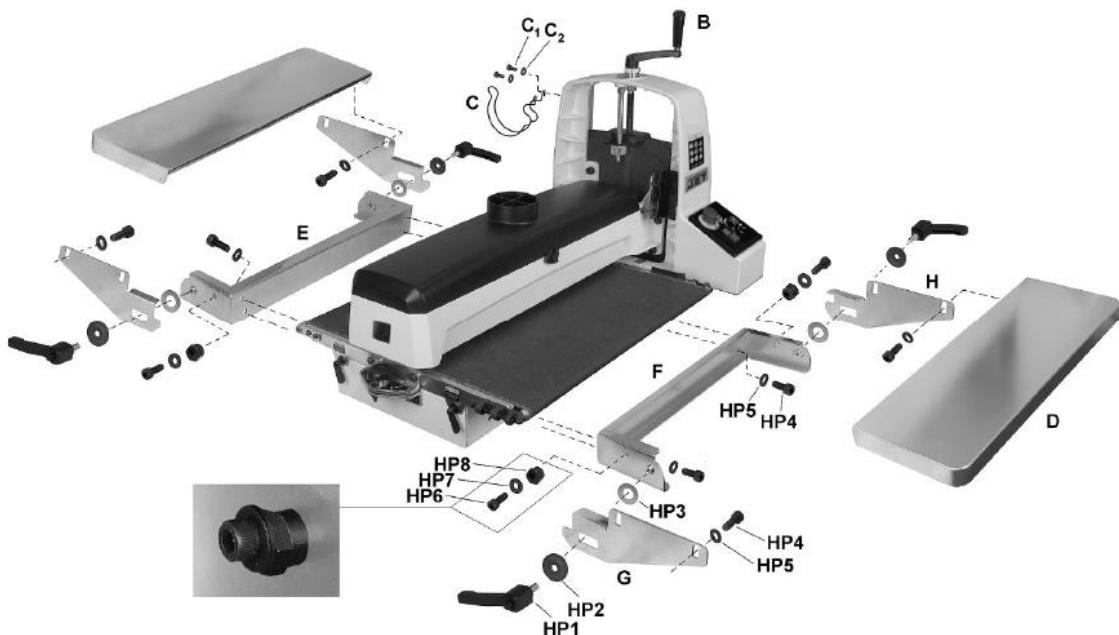

Рис. 5-3: Схема сборки станка и ПРИОБРЕТАЕМЫХ ОТДЕЛЬНО столов подачи/разгрузки
- Наденьте ручку регулировки высоты барабана (B, Рис. 5-3) на вал и затяните установочный винт.
- Прикрутите к станку кронштейны для столов подачи и разгрузки (F, E, Рис. 5-3) с помощью винтов с внутренним шестигранником и плоских шайб (HP4/5). Проверьте, чтобы и левый, и правый кронштейны были установлены так, как показано на рисунке. Кронштейны должны плотно прилегать к поверхности станка. ПРИМЕЧАНИЕ: длинный кронштейн устанавливается спереди (стол подачи), короткий – сзади (стол разгрузки).